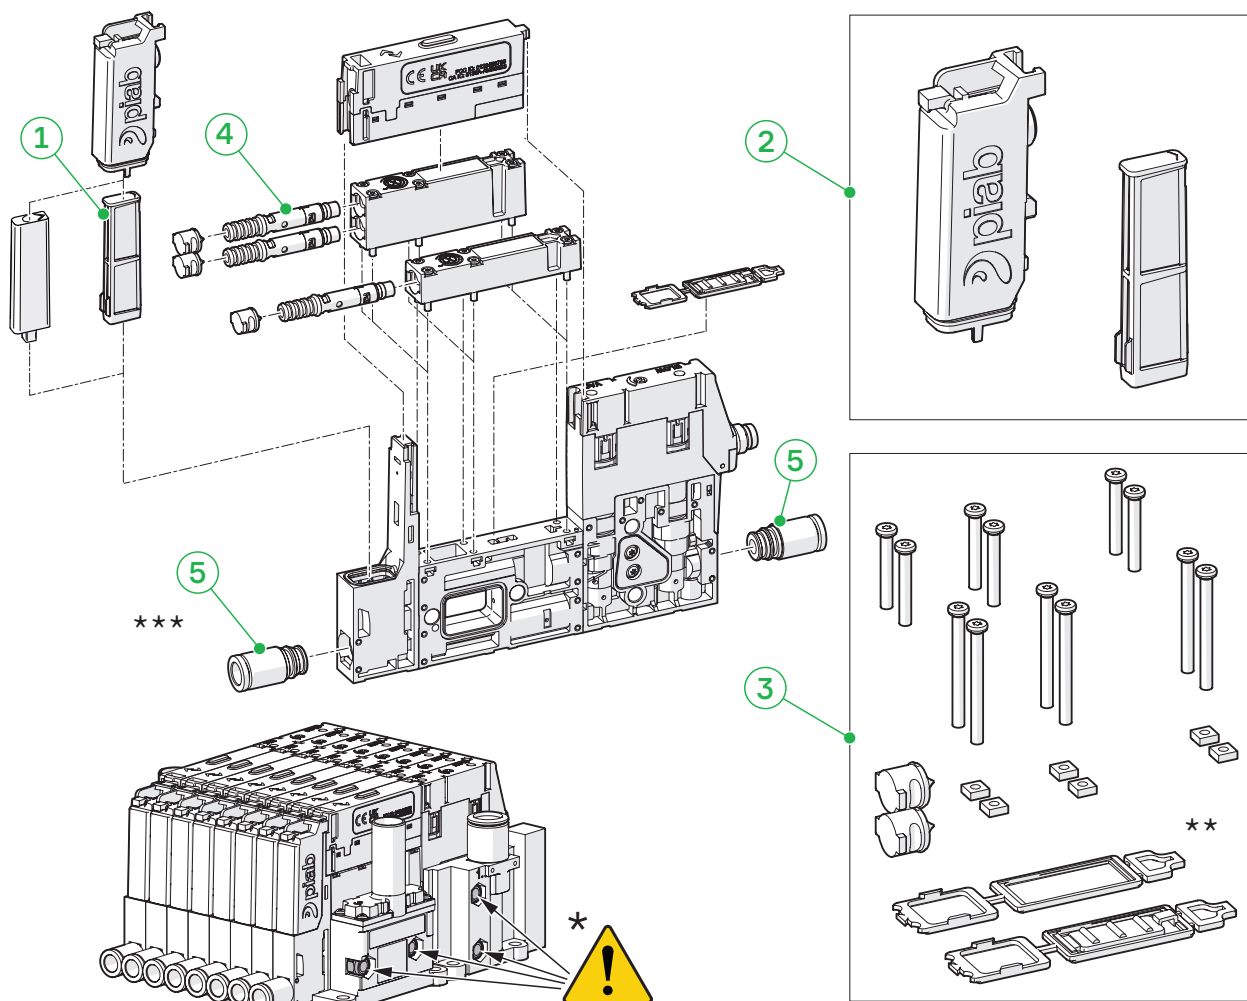

图 15 *警告! 如果上述螺丝被拧松或拧紧, 则保修失效。
- 如果图 15 中的 * 所示的螺钉松动或拧紧, 则保修失效。